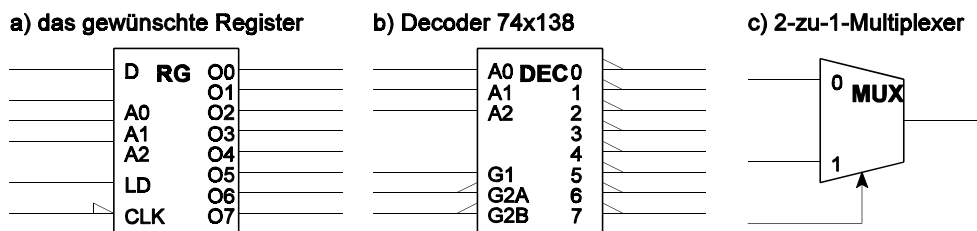

Abb. 4
5. Entwerfen Sie ein vollsynchrones 8-Bit-Register, das bitweise geladen werden kann. Zur Bitadressierung steht ein Decoder 74x138 zur Verfügung (Abbildung 4). Grundlage: D-Flipflops. Neben dem Decoder darf der in der Abbildung angegebene 2-zu-1-Multiplexer eingesetzt werden. Alles weitere ist mit Gattern (UND, ODER) und Negatoren aufzubauen. Es genügt, jeweils nur das Wesentliche darzustellen (z. B. anhand einer Bitposition).